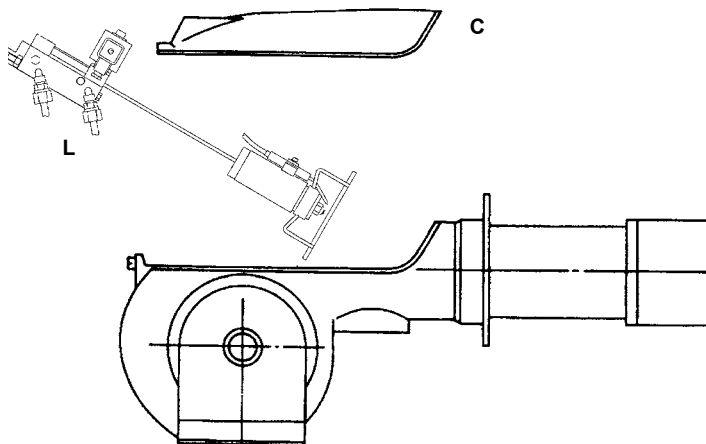

Рис. 13
- разборка, проверка и чистка головки сгорания (см. Рис. 13), при повторном монтаже тщательно выдержать размеры, указанные на странице 18;